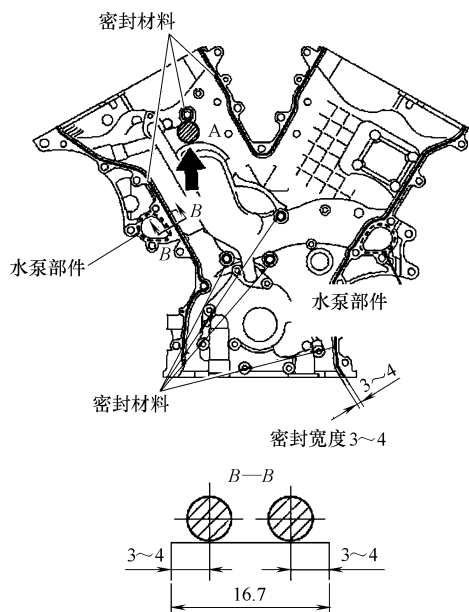

图 22-32 密封剂施加位置
④ 如图 22-32 所示, 把密封材料涂抹到图中所示的位置, 图中 A 处不要涂抹密封材料。水泵部件涂抹的密封材料应选用丰田公司 1207B 密封剂; 其他部分的密封材料可选用丰田公司 1282B 密封剂。涂抹密封剂后 3min 内要安装上正时链罩, 正时链罩的紧固螺栓和螺母也要在 15min 内紧固完毕。